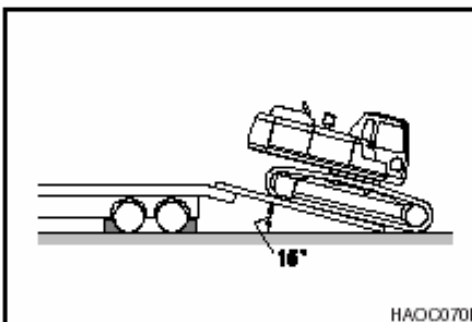

Figura 3
4. No es necesario desmontar la unidad para el transporte rutinario por carretera. Si el brazo de grúa y el mango de la cuchara tienen que desmontarse, se concentrará más peso en la parte trasera de la máquina. Para introducir la excavadora dentro del remolque, haga que el extremo de contrapeso de la máquina sea el primer elemento en colocarse sobre la rampa. Consulte Figura 3.